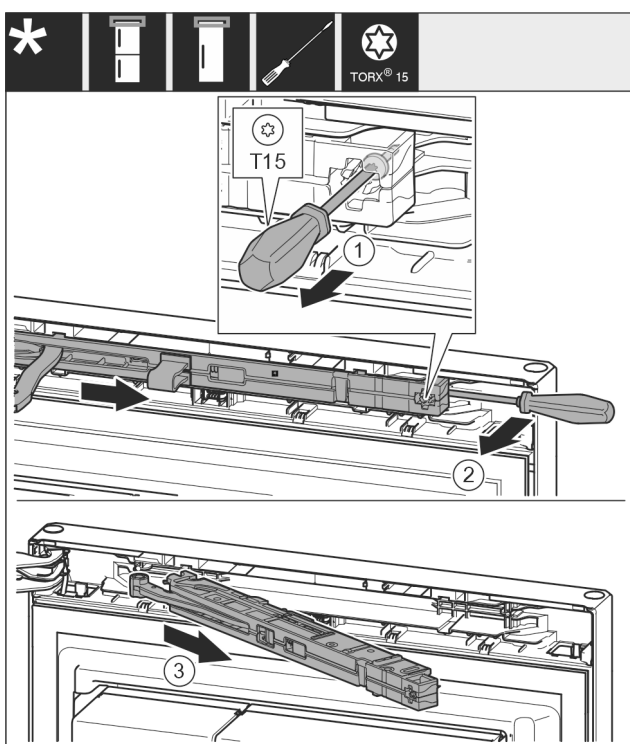

Fig. 11
- ▶ Lironi rreth 14 mm vidën në njësinë e amortizorit të mbylljes me një kaçavidë T15. Fig. 11 (1)
- ▶ Futni një kaçavidë nga prapa njësisë së amortizorit të mbylljes në anën e dorezës dhe shtyjeni njësinë nga përpara. Fig. 11 (2)
- ▶ Tërhiqni jashtë njësinë e amortizorit të mbylljes. Fig. 11 (3)